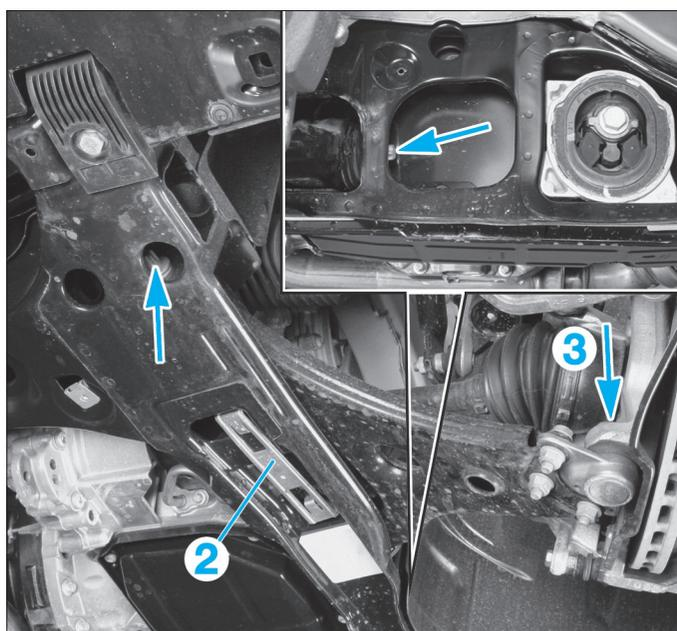

FIG. 19
- Déposer (Fig.19) :
- les vis (flèches) de fixation du triangle inférieur (1) sur le berceau,
- le support (2),
- l'écrou (3) fixant la rotule inférieure au pivot puis extraire la rotule inférieure.
- Sortir le bras inférieur (1) du berceau.